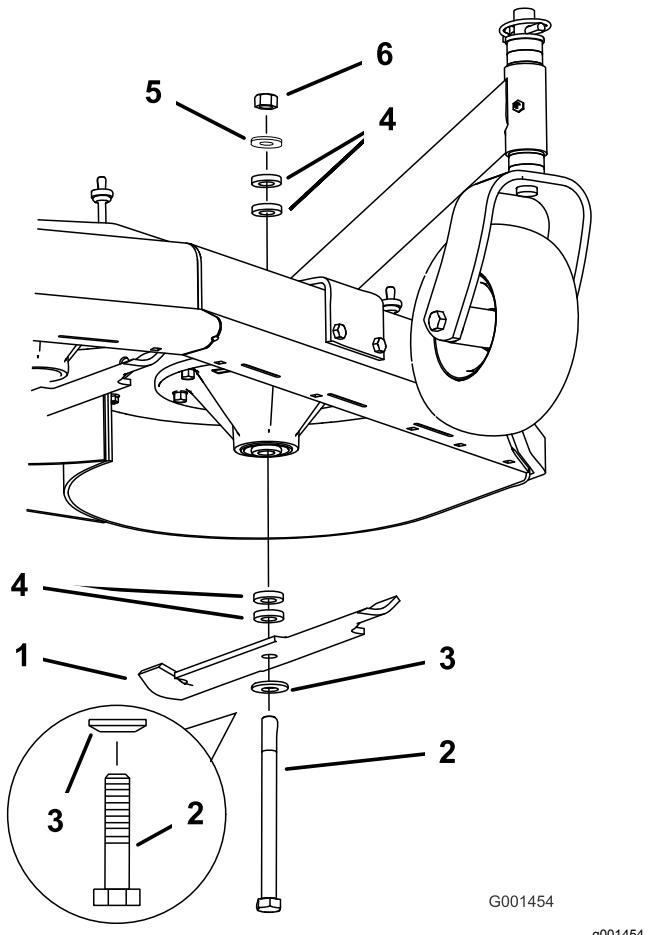

Figure 15
3. Maintenez le boulon de lame et retirez l'écrou. Insérez le boulon dans le pivot et changez les entretoises selon les besoins (Figure 15).
4. Posez le boulon, la rondelle bombé, la lame et ajoutez des entretoises et fixez-les avec une rondelle mince et un écrou (Figure 15).